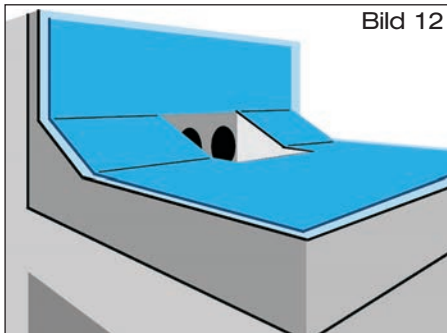

Bild 12
- 2.4 **Anschlussbahn** bauseits aus vorhandener Bitumen-Dachdichtungsbahn, Größe: ca. 700 mm x 1000 mm, zuschneiden (Bild 12). Den Klebeflansch 100 mm umlaufend mit Bitumen-Voranstrich versehen. Anschlussbahn über Ablauf legen und im Schweißverfahren mit Klebeflansch verbinden.